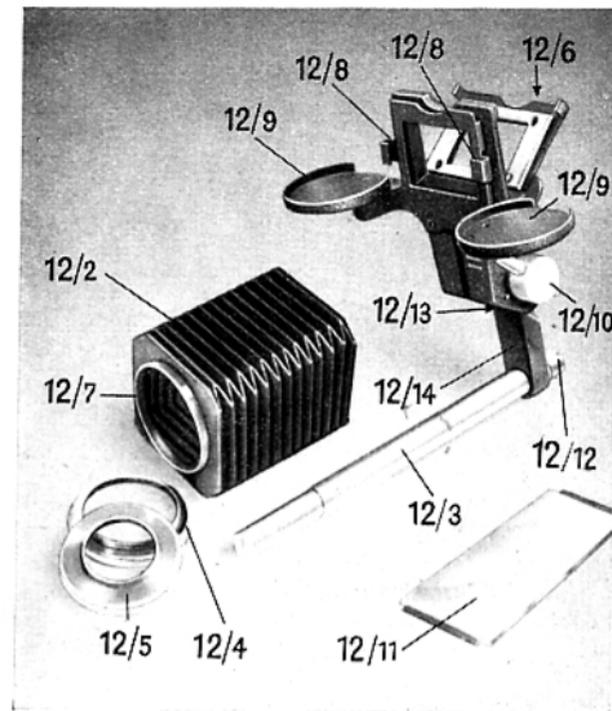

Abb. 23:
Dia-Kopiereinrichtung (12) mit Lichtschutz (12/2), Bestell-Nr. 155.04, Abb. 23.
zogen. An der in Abb. 23 mit dem Pfeil (12/13) gekennzeichneten Stelle zieht man mit Bleistift einen Strich am Halter (12/14) und hat damit die richtige Einstellung fixiert. Um Zwischenegative oder Diapositive im Maßstab 1:1 herzustellen, muß man also stets diese Einstellung genau einhalten: die Vorlagen brauchen dann nur noch genau in die Bildbühne (12/6) eingelegt zu werden,
Zum Ausschalten von Fremdlicht ist ein Lichtschutz (= kleiner Balgen) (12/2) beigefügt, den man zwischen Objektiv und Bildbühne (12/6) einspannt. Der Objektivring (12/7) des Lichtschutzes paßt in die Fassung der Normalobjektive 1:2/58 mm und 1:1,9/58 mm (beide mit Blendenvorwahl-Einrichtung). Für die Normalobjektive 1:2,8/50 mm und 1:3,5/50 mm (beide mit Blendenvorwahl-Einrichtung) sowie für die früheren Objektive ohne Blendenvorwahl-Einrichtung gibt es entsprechende Übergangsringe, s. Abb. 23 (12/4 und 12/5). Bitte, beim Bestellen genaue Angaben über das Objektiv machen! Der Lichtschutz (12/2) wird mit Hilfe des eigenen Objektivringes (12/7) oder eines der beiden zusätzlichen Objektivringe (12/4 oder 12/5) zuerst am Objektiv befestigt und dann mit dem metallenen Endrähmchen in die an der Bildbühne (12/6) angebrachten Haltewinkel (12/8) eingehängt.